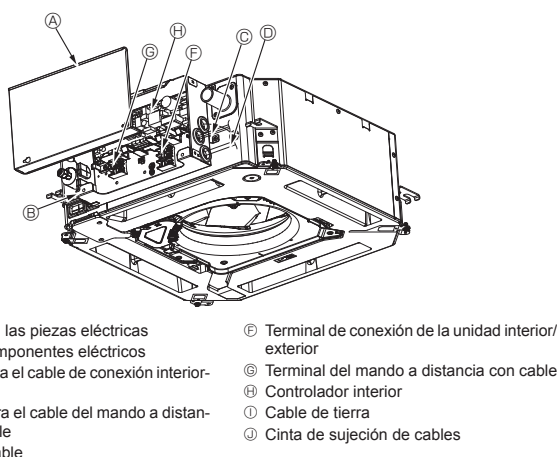
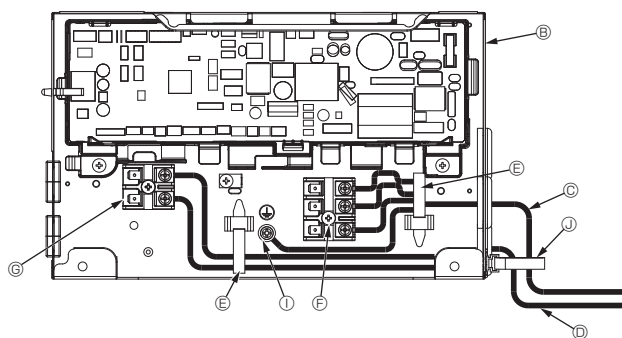

Fig. 7-3
Fig. 7-4
7.2. Unidad interior (Fig. 7-3) (Fig. 7-4) (Fig. 7-5)